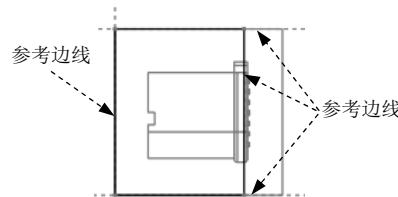

图 9.25 截面草图
(3) 绘制截面草图。进入草绘环境后，选取图 9.25 所示的边线为参考；然后单击**关闭(C)**按钮，绘制图 9.25 所示的截面草图（为一矩形），完成截面的绘制后，单击“草绘”操控板中的“确定”按钮 \checkmark 。